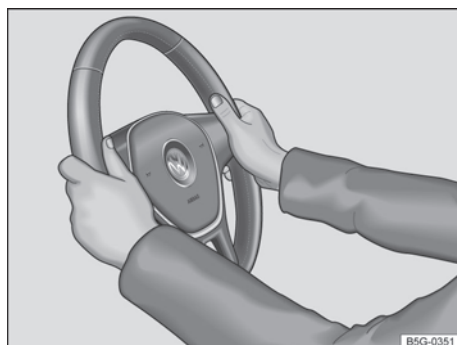

Fig. 89 No volante: posição de nove e três horas.
- Ajustar o volante de forma que possa ser segurado lateralmente com ambas as mãos, com os braços ligeiramente arqueados, na borda externa, na *posição das 9h e 3h* → Fig. 89.
- Durante a condução, sempre segurar o volante com ambas as mãos lateralmente na borda externa na *posição de nove e três horas* → Fig. 89 para reduzir ferimentos causados por um possível acionamento do airbag frontal do condutor.